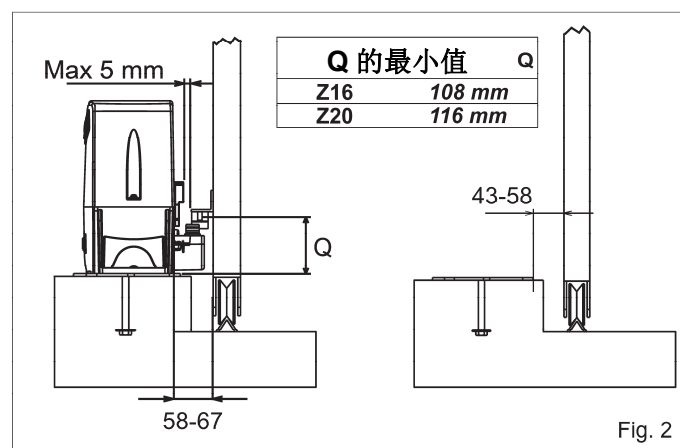
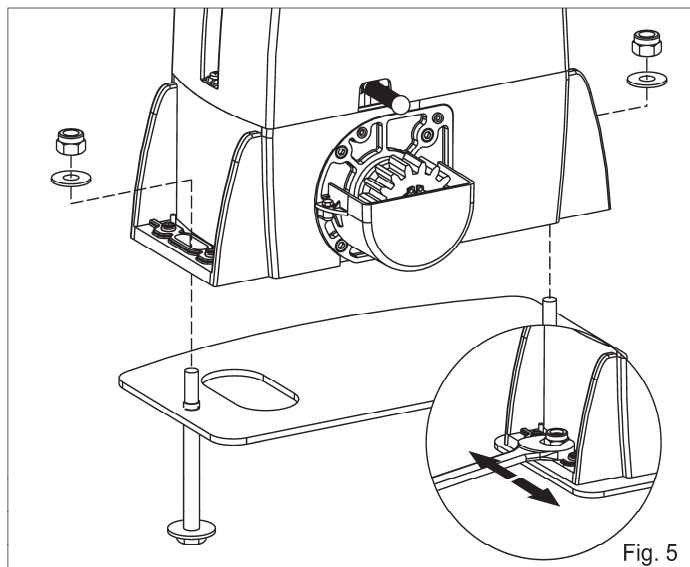

Fig. 2
Fig. 5
2.3. 灌注水泥时确保底板完全水平, 并注意应满足(图2)所示的58-67mm的尺寸。
4.2. 用2粒配套的螺母将电机固定在底板上（图5），按（图2）的尺寸调整电机的位置和高度。